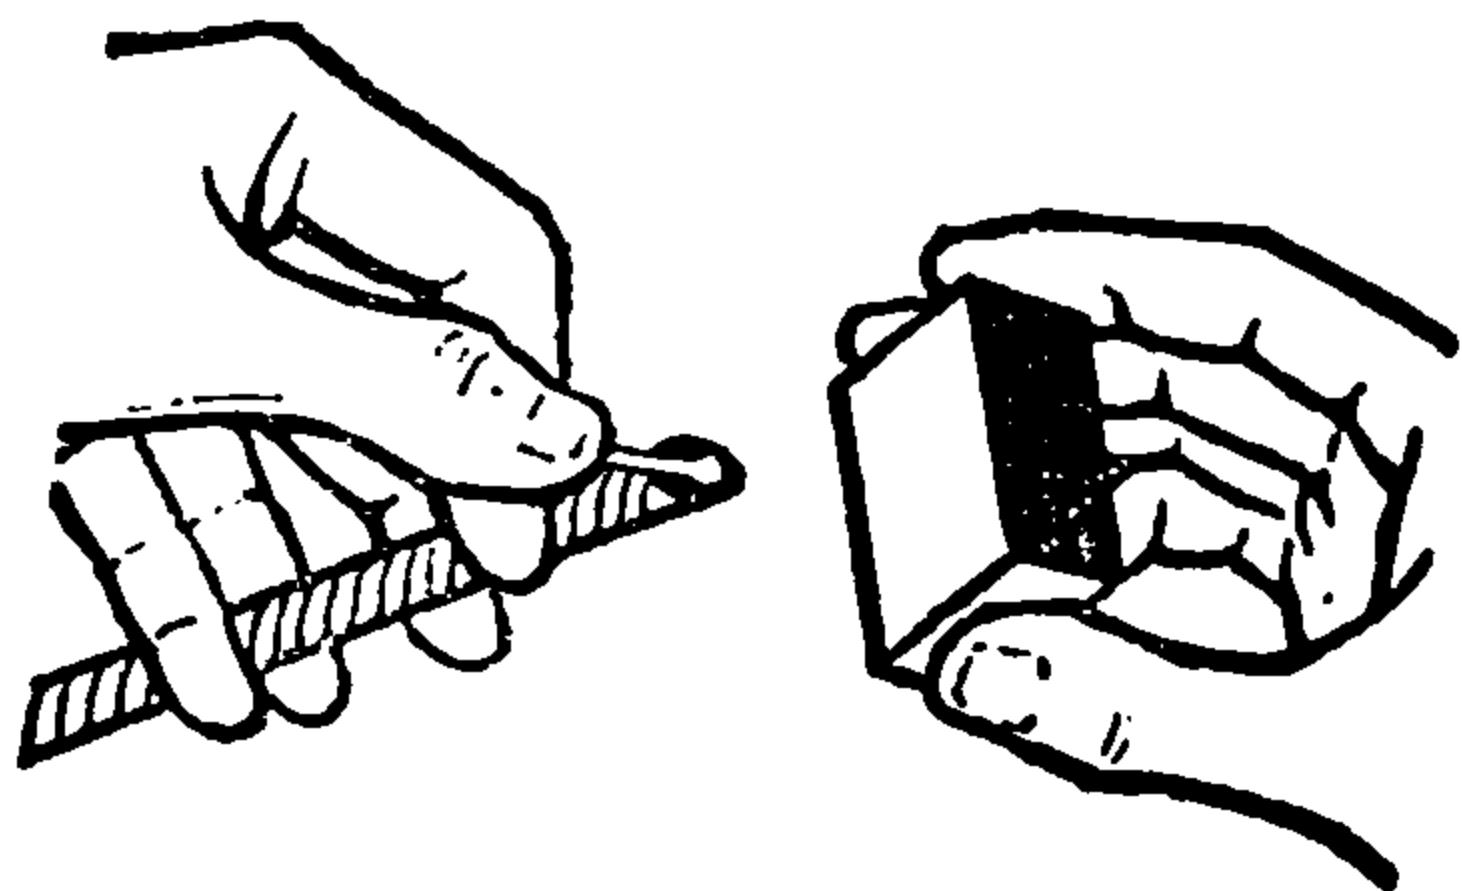

图13 火柴点火
2. 用火柴点火时 (图13)，把火柴头贴在导火索斜口芯药上，将火柴盒贴